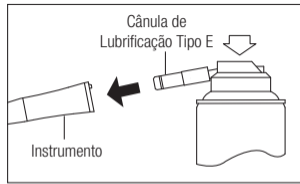

Fig. 7
- 2) Introduza o bico de pulverização na parte posterior do instrumento. Segure o instrumento e lubrifique durante aproximadamente 2 a 3 segundos. Aplique lubrificante até sair pela cabeça do instrumento durante pelo menos 2 segundos (Fig. 7).
- 3) Lubrifique o contra ângulo com NSK PANA SPRAY Plus / PANA SPRAY (Fig. 7) ou com um sistema de limpeza e lubrificação de contra ângulo automático.